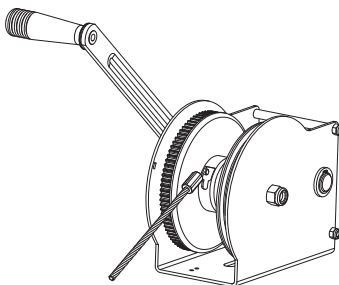

Рис. 6 Выемка в барабане для троса с концевой муфтой
1. Поместите конец троса в выемку в барабане. См. рис. 6.